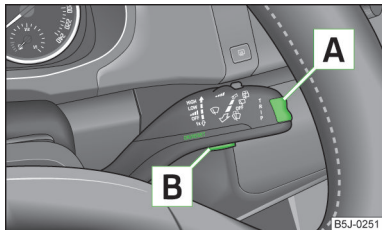

Abb. 25
- » Das Hauptmenü (**HAUPTMENÜ**) wird durch langes Drücken der Wipptaste **A** » Abb. 25 aktiviert.
- Wenn im Display Warnmeldungen angezeigt sind, müssen diese Meldungen durch kurzes Drücken der Taste **B** » Abb. 25 bestätigt werden, um das Hauptmenü aufzurufen.
- Wenn im MAXI DOT-Display Warnmeldungen angezeigt sind, müssen diese Meldungen mit der Taste **B** » Abb. 25 auf Seite 38 bestätigt werden, um das Hauptmenü aufzurufen.